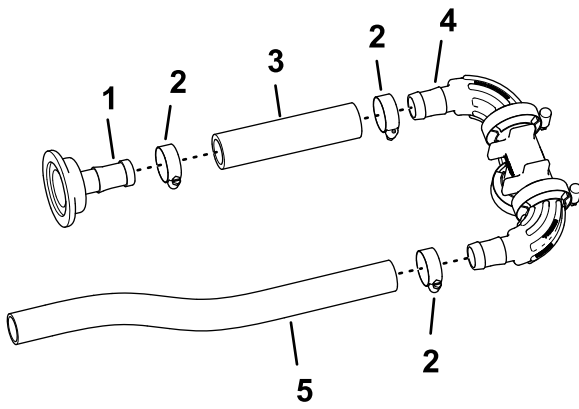

Bild 90
1. Montieren Sie den Schlauch (1" x 5-3/4") mit einer Schlauchklemme (3/4" bis 1-1/2") an der geraden Schlauchzahnung (1" x 2") und ziehen Sie die Klemme mit der Hand an (**Bild 90**).
2. Montieren Sie das andere Ende des Schlauchs (1" x 5-3/4") mit einer Schlauchklemme am gezahnten Anschlussstück des Verteilers, wie in Bild 90 abgebildet, und ziehen Sie die Klemme mit der Hand an.
3. Montieren Sie den Schlauch (1" x 16") mit einer Schlauchklemme am anderen gezahnten Anschlussstück des Verteilers und ziehen Sie die Klemme mit der Hand an (Bild 90).